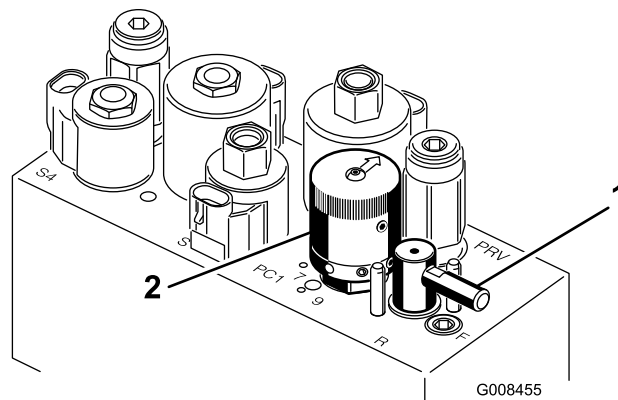

Figure 49
5. Tournez le levier de rodage à la position « R » (Figure 49).
6. Tournez la commande de vitesse des cylindres à la position 1 (Figure 49).